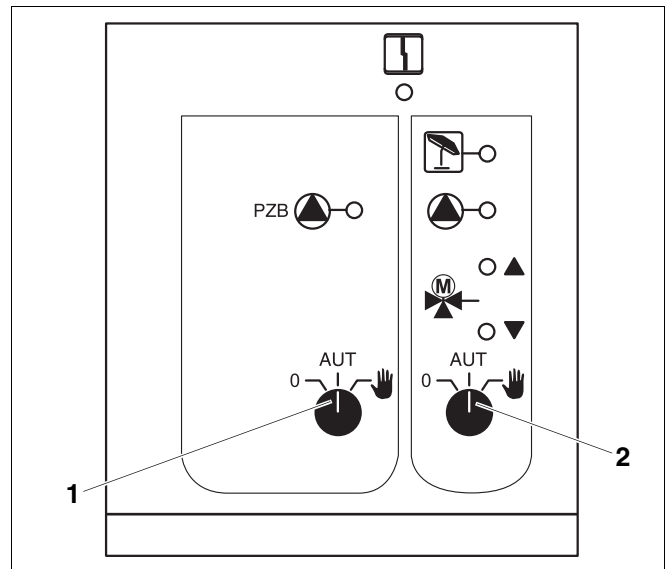

Fig. 26 Module central ZM433
- Placer le circuit d'alimentation (fig. 26, **pos. 1**) sur le sélecteur
- Placer le circuit de chauffage (fig. 26, **pos. 2**) sur le sélecteur